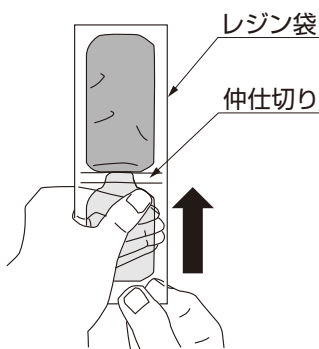

図4-2
- ③ レジン袋を端から巻き上げ、内部の樹脂を押し出して仲仕切り部を貫通させてください。(図4-2参照)